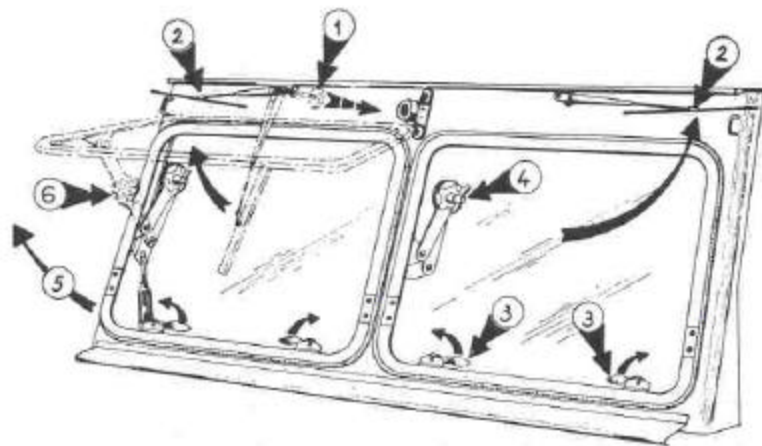

Fig. 10. — Ouverture des glaces du pare-brise
24. *Ouverture des glaces* (fig. 10).